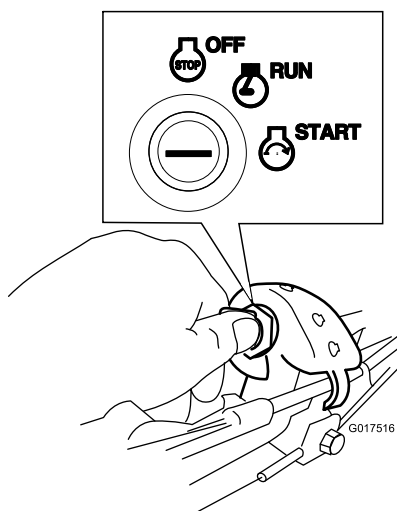

Figura 17
1. Gire la llave de contacto a la posición de Marcha (Figura 17).
- **Llave de contacto:** Gire la llave de contacto a la posición de Arranque y manténgala en esa posición (Figura 17); cuando el motor arranque, suelte la llave.